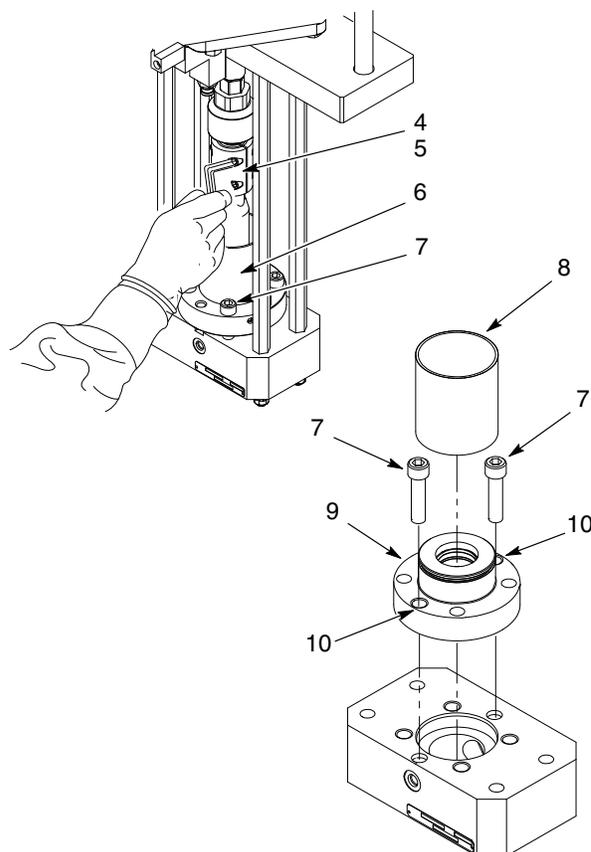

Figura 1 Rimozione del premistoppa
La valvola di blocco del motore ad aria è l'elemento 1 nella figura 1.
ACCESO	1. Vedi figura 1. Far funzionare il motore ad aria finché il giunto (5) è accessibile.
SPENTO	<ol style="list-style-type: none"> 10. Montare una metà del giunto come illustrato. Usando una chiave da $15/16$ in. regolare l'albero del giunto per ottenere una distanza di 0,76-2,54 mm (0.030-0.100 in.) tra l'albero del giunto e l'asta dello stantuffo. 11. Montare la restante metà del giunto. Accertarsi che le distanze tra i lati delle metà del giunto siano uguali. 12. Applicare Loctite 242 sui filetti delle viti. Inserire le viti del giunto e serrarle a 10-21 N•m (14-16 ft.-lb). 13. Usando un solvente tipo K, riempire la camera del solvente fino a 0.75 in. dalla cima. 14. Vedi figura 1. A seconda del proprio sistema, chiudere la valvola a sfera (2) o la valvola di spurgo (3).